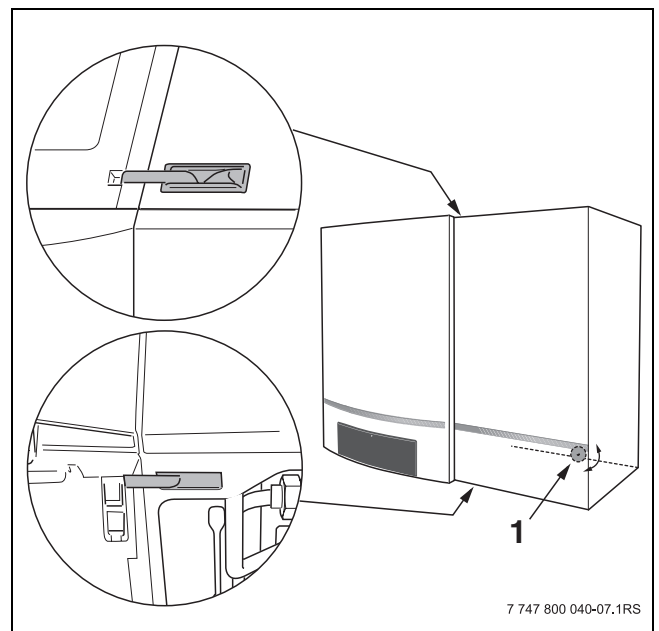

Fig. 17 Sluiten snelsluitingen (boven-/ onderzijde)
- Stel met behulp van de stelschroef (→ fig. 17, **pos. 1**) de boiler gelijk met het cv-toestel.
- Monteer de snelsluitingen in de uitsparingen van de boiler (→ fig. 17, linker bovenzijde en linker onderzijde).